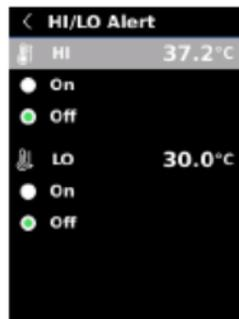

Fig. 17
2. Utilisez les boutons  $\wedge$  et  $\vee$  pour sélectionner la valeur de l'alarme à régler ou pour activer (On) ou désactiver (Off) les alertes de température applicables (Fig. 17).